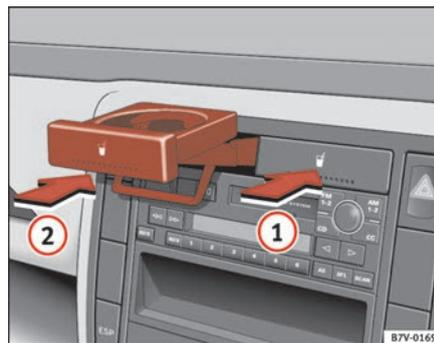

Fig. 105 Portabebidas en la consola central
- Presione el portabebidas en la dirección de la flecha ⇒ fig. 105 hasta que encastre.